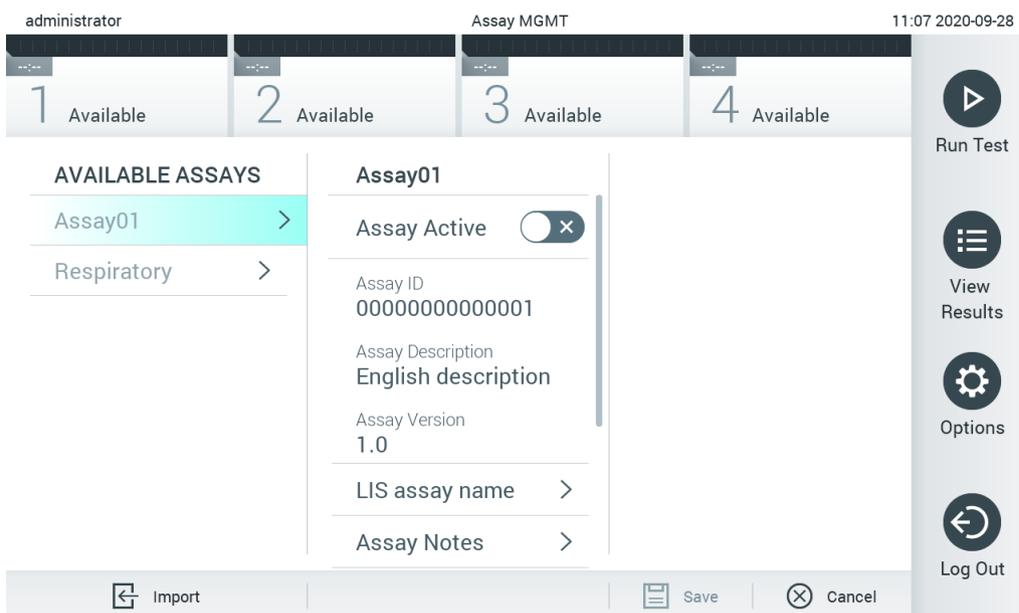

図 60. アッセイ管理画面。
2. 新規アッセイを QIAstat-Dx Analyzer 1.0 にインポートするには、Options（オプション）ボタン、次に Assay Management（アッセイ管理）ボタンを押します。ディスプレイのコンテンツエリアにアッセイ管理画面が表示されます（図 60）。